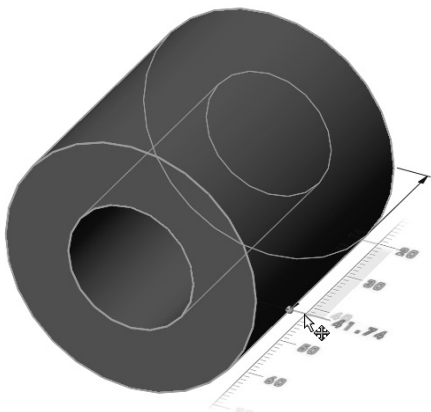

图 5-3 拖动尺寸操纵杆以生成或修改特征
- [4] 拖动尺寸操纵杆以生成或修改特征,如图 5-3 所示。